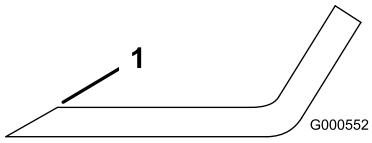
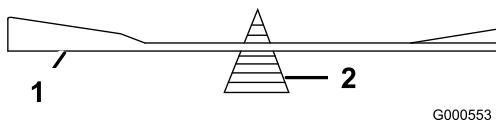

Figura 38
Figura 39
1. Utilice una lima para afilar el filo de corte en ambos extremos de la cuchilla (Figura 38). Mantenga el ángulo original. La cuchilla permanece equilibrada si se retira la misma cantidad de material de ambos bordes de corte.
- Verifique el equilibrio de la cuchilla colocándola sobre un equilibrador de cuchillas (Figura 39). Si la cuchilla se mantiene horizontal, está equilibrada y puede utilizarse. Si la cuchilla no está equilibrada, rebaje algo el metal en la parte de la vela solamente (Figura 38). Repita este procedimiento hasta que la cuchilla esté equilibrada.